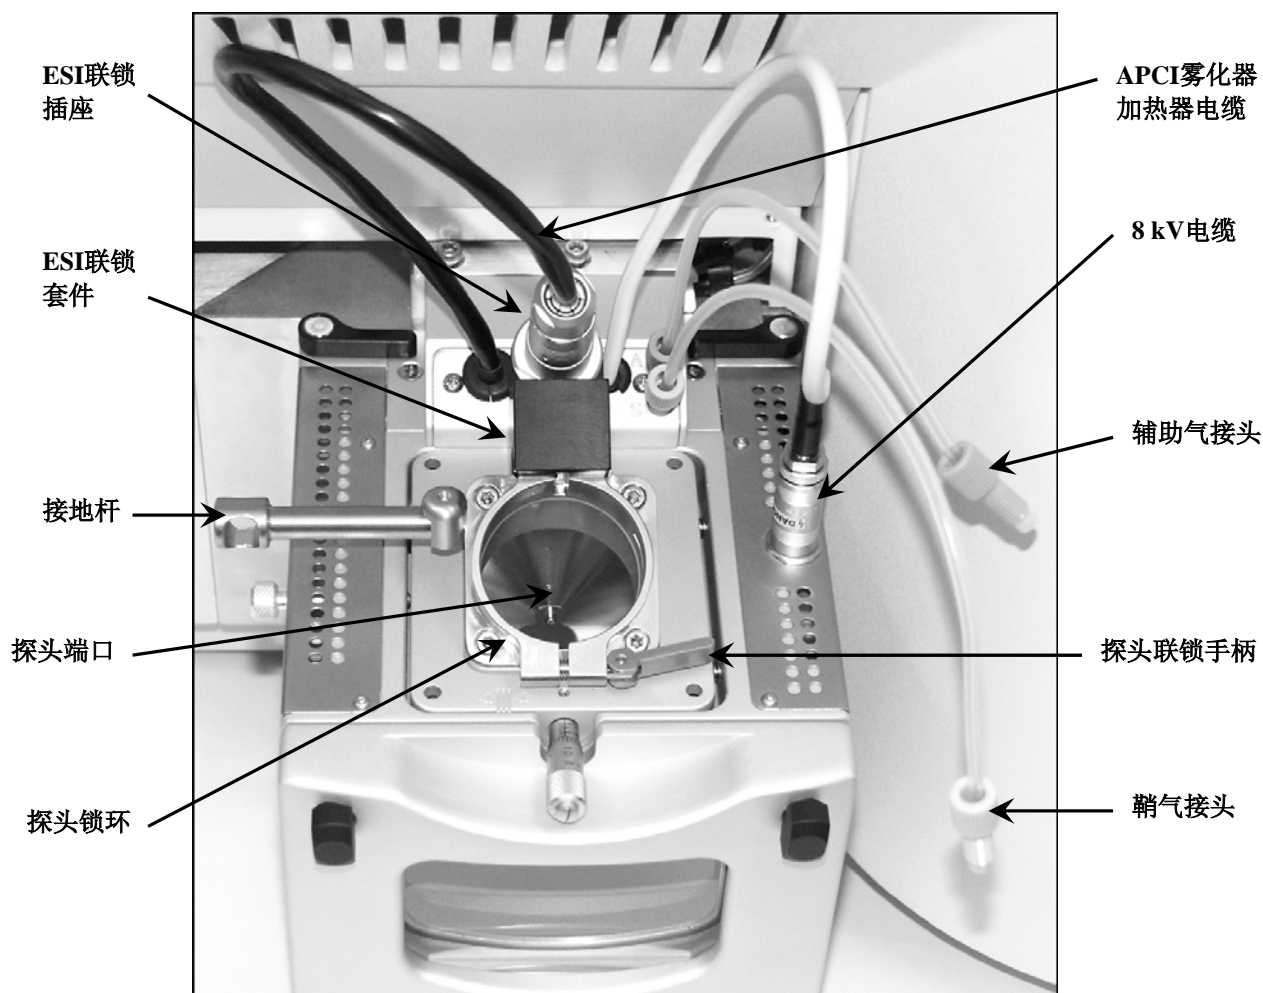

图2-10. Ion Max离子源外壳，探头联锁手柄开启
2. 确保离子源外壳上的探头联锁手柄为打开状态(开至最大位置)。参见图2-10。